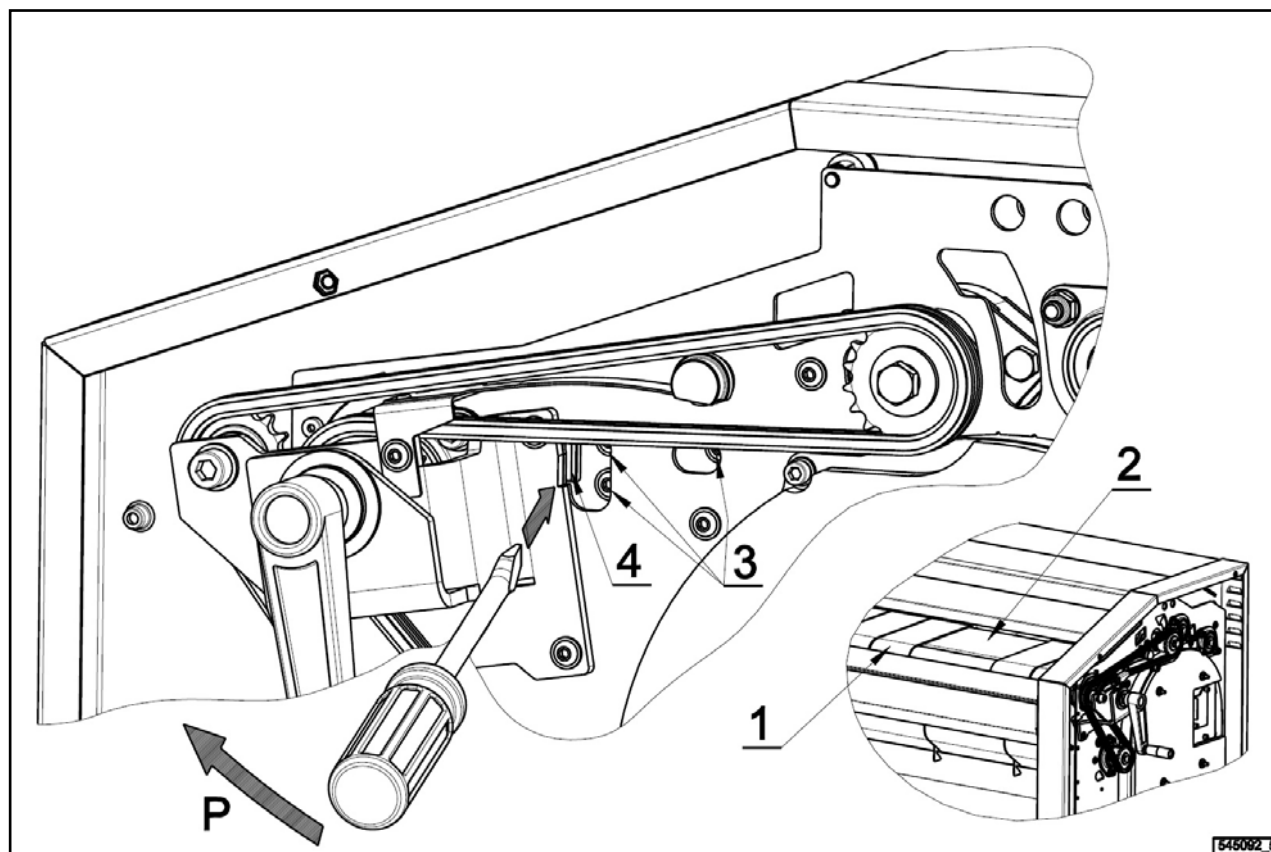

figura 6.5.1.
- Nastri caricatori del piano d'introduzione (1) – figura 6.5.1. servono per il trasporto della biancheria stirata al gruppo di stiratura della macchina.
- Nastri caricatori (1) devono essere correttamente tensionati con un cacciavite piatto dopo che vengono smontate entrambe le coperture laterali – vedi la figura 6.5.1.
- Figura 6.5.1. – Nastri caricatori del piano d'introduzione – tensionamento finale.
- Nastri caricatori (1) vengono tensionati con microspostamento nel piano d'introduzione (2) e devono essere tensionati con massima pretensione tale da evitare il loro bloccaggio all'introduzione della biancheria.
- Per tensionare i nastri allentare le viti (3) agendo con un cacciavite con testa piatta nel foro (4) e spingendo leggermente il piano (2) in direzione P in modo uniforme su ambedue i lati.
- Stringere le viti (3) e controllare il fissaggio.